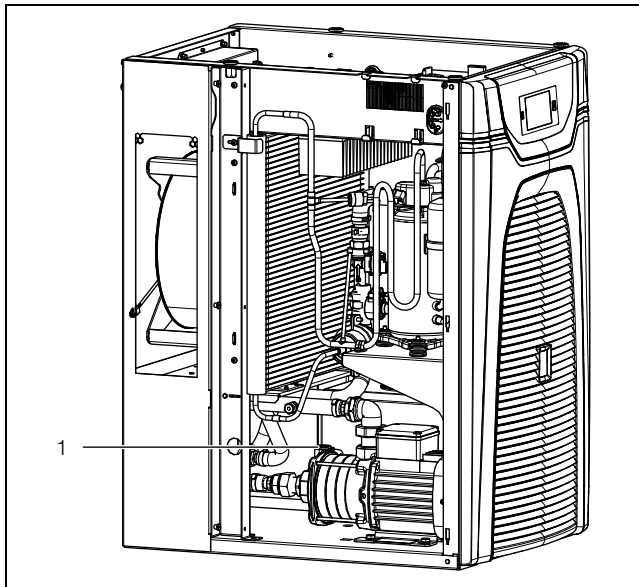

Fig. 42 : purger la pompe à eau
- Purger la pompe du liquide de refroidissement (à l'arrêt) en desserrant légèrement la vis de purge (fig. 42, pos. 1).